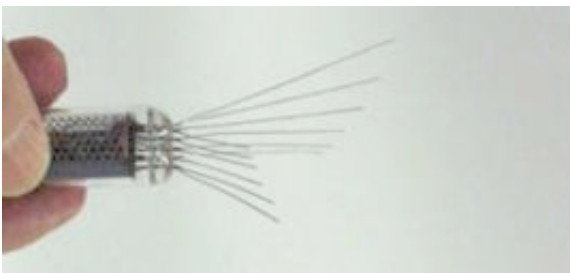

Abbildung 9: Kürzen der Drähte an einer Beispielröhre
Als letztes werden die Röhren eingelötet. **Bitte orientieren Sie sich genau an Abbildung 9.** Dort ist gezeigt, wie die Drähte aufzufächern sind und wie die Röhre vor dem Einbau geprüft werden kann. Biegen Sie die Drähte 3, 4, 5, 6, 7 und 8 nach links und die Drähte 2, 1, 11, 10 und 9 nach rechts. **Der Draht Nr. 12 ist nicht bei allen Röhren vorhanden. Sollte dort ein kurzer Draht sein, scheiden Sie ihn ab. Wenn kein Draht vorhanden ist, ist dort ein Lücke, wie in der Abb. 9 zu sehen.**
**Da die Röhren zwar neu, aber schon mindestens 25 Jahre alt sind, sollten Sie die Röhren vor dem Einbau testen.** Schauen Sie wieder auf Abb. 9. Drillen Sie die Drähte 7 und 8 (Heizung der Röhre) vorübergehend und verbinden Sie sie mit einem Meßkabel Ihres Ohmmeters oder Durchgangspiepers. Testen Sie jetzt mit der anderen Leitung des Multimeters oder Durchgangsprüfers alle anderen Drähte. Es darf **kein Durchgang** vorhanden sein! Danach die Drähte 8 und 7 wieder trennen.